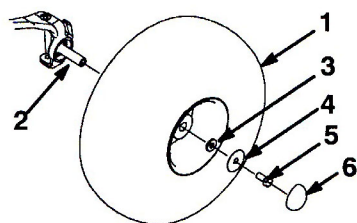

図3
4. 取り外したネジ類を使ってホイールを取り付け、135～165 ft-lb (18.7～22.8 kg.m) にトルク締めする (図3)。